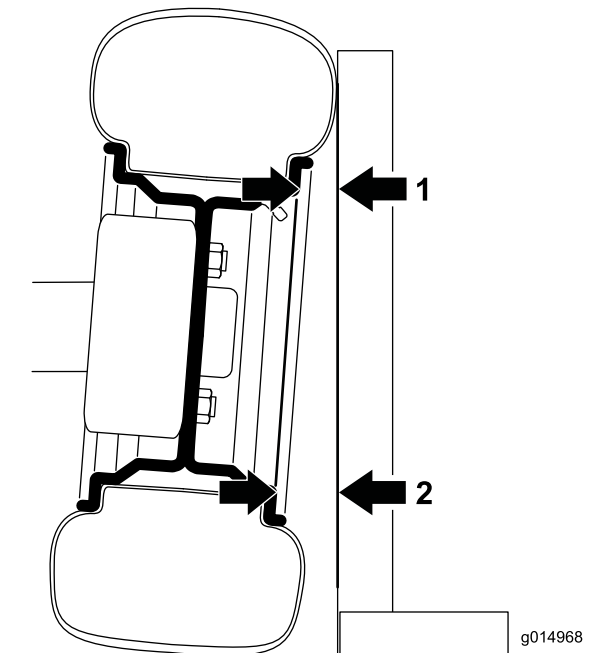

Рисунок 41
1. Чтобы проверить угол развала, установите 90-градусный угольник на полу таким образом, чтобы вертикальная грань касалась лицевой поверхности шины (Рисунок 41).
2. Измерьте от той же части обода в верхней и нижней частях шины до угольника (Рисунок 41).